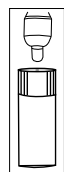

figura 3B
3. Coloque suavemente la punta de la sonda cerca del agujero pequeño, como se muestra en la figura 3B hasta que se genere una alarma (bip) audible. Esta será una indicación de que la unidad está funcionando correctamente. Volver a sellar el envase de prueba (Vial) con la tapa de vinilo que se retiró previamente y volver al caso.